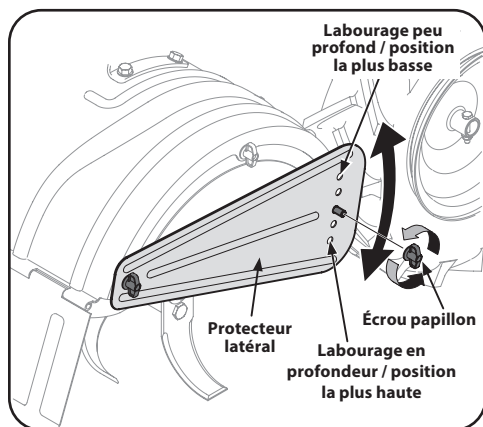

Figure 3-5
2. Pour labourer des mottes de gazon ou pour effectuer un labourage peu profond, utilisez le réglage de profondeur d'un pouce (le deuxième trou à partir du haut). Abaissez les protecteurs latéraux à la position la plus basse. Voir Figure 3-5.
7. Retirez les écrous papillons pour ajuster les protecteurs latéraux (sur les modèles équipés). Placez les protecteurs latéraux à la position désirée et insérez les écrous papillons. Puis, serrez bien. Voir Figure 3-5.